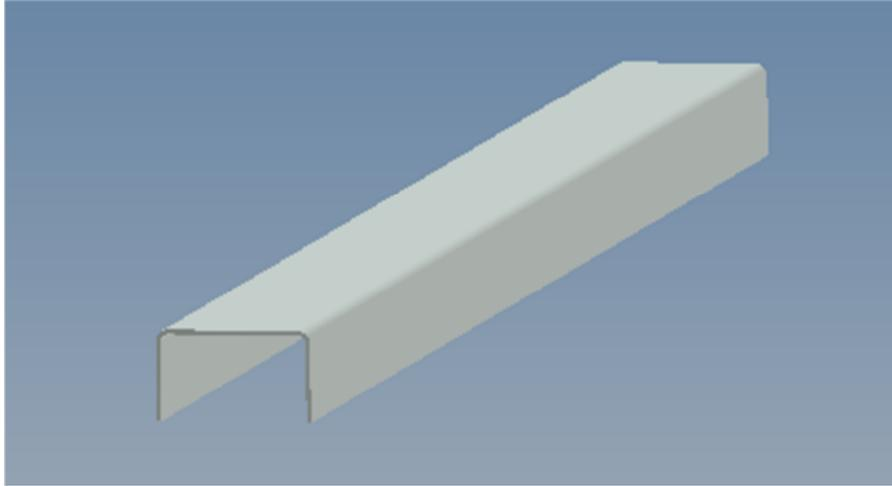
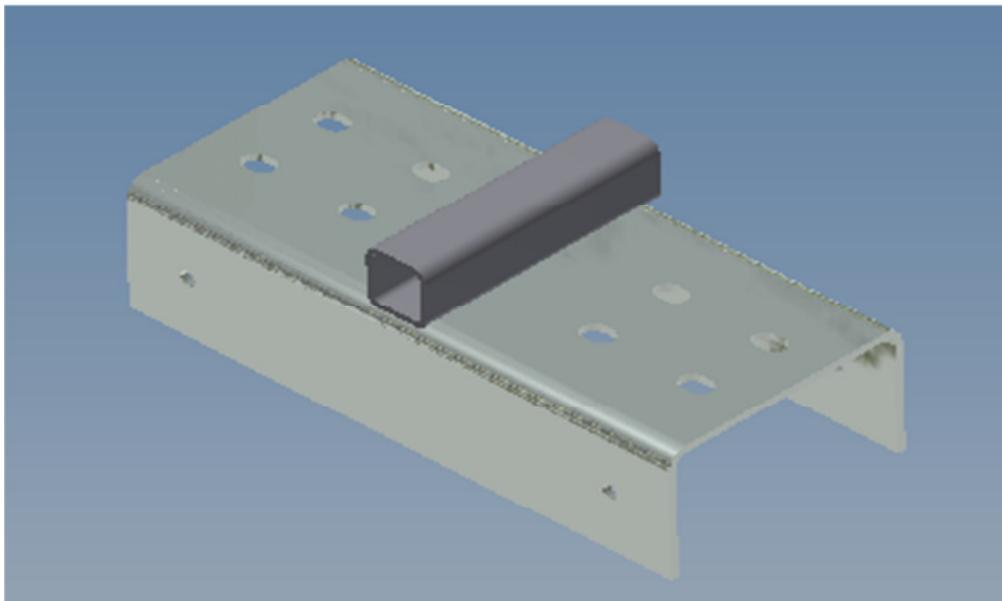

Bild 2 Kopfprofil
Bild 3 Sammler 1- fach
3.2.5 Kopfprofil (Bild 2) und Sammler (Bild 3) als oberen Abschluss der Trapez- Aussenwand einbauen und mit beigestellten Schrauben befestigen. Die Stöße des Kopfprofils sind miteinander zu verschweißen. Auch zwischen Sammler und Kopfprofil kann projektbezogen eine zusätzliche Verschweißung notwendig sein.